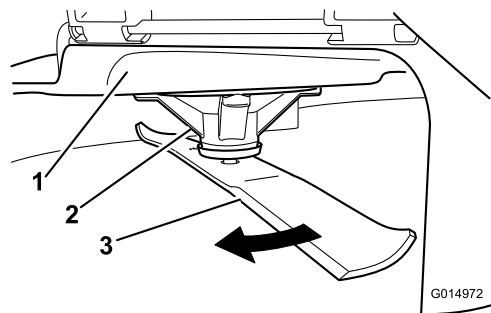

Figure 44
2. Après vous être muni de gants épais ou d'une autre protection des mains adéquate, faites tourner la lame lentement jusqu'à une position permettant de mesurer correctement la distance entre le tranchant et la surface plane sur laquelle se trouve la machine (Figure 44).